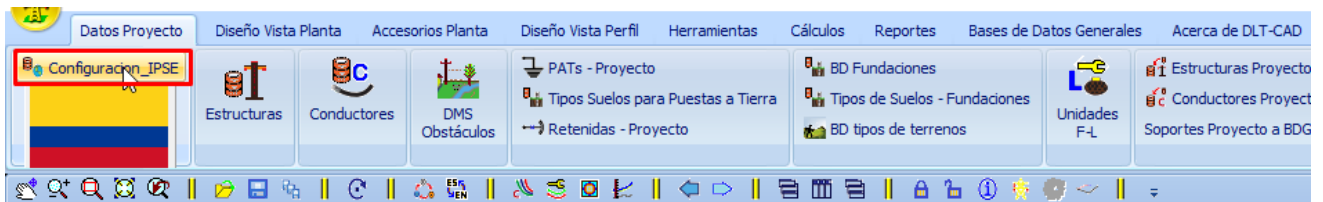

Fig. 2.1
- Haga clic en el botón <Configuración> (ver Fig. 2.1).
- Haga clic en el símbolo de la bandera (ver Fig. 2.1) y a continuación aparecerá la siguiente ventana.